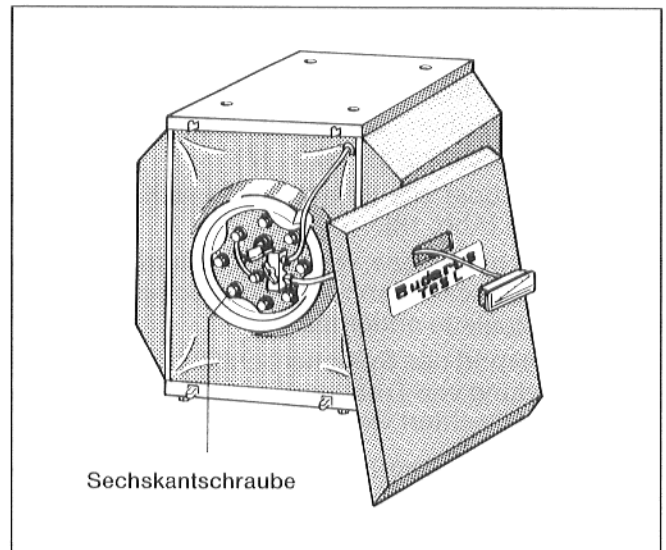

Abb. 13
- Sechskantschrauben aus Handlochdeckel heraus-schrauben, Handlochdeckel mit Magnesiumanode und Dichtung abnehmen (Abb. 13).
- Fühlerleitungen im Schlitz des Wärmeschutzes verlegen (Abb. 13)